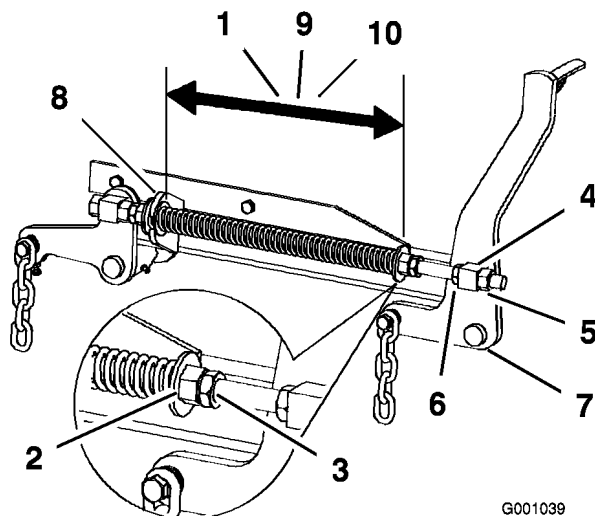

Figure 67
2. Vérifiez que les deux grandes rondelles sont espacées de 28,2 cm pour les plateaux de coupe de 52 pouces, de 26,7 cm pour les plateaux de coupe de 60 pouces, ou de 29,2 cm pour les plateaux de coupe de 72 pouces (Figure 67).
3. Réglez cette distance en desserrant l'écrou de blocage du ressort et en tournant l'écrou devant chaque ressort (Figure 67). Tournez l'écrou dans le sens horaire pour raccourcir le ressort, et dans le sens inverse pour l'allonger.
4. Bloquez l'écrou en position en serrant l'écrou de blocage du ressort (Figure 67).